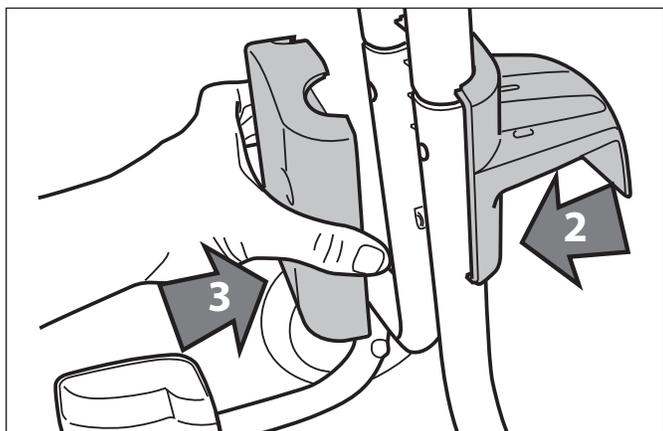
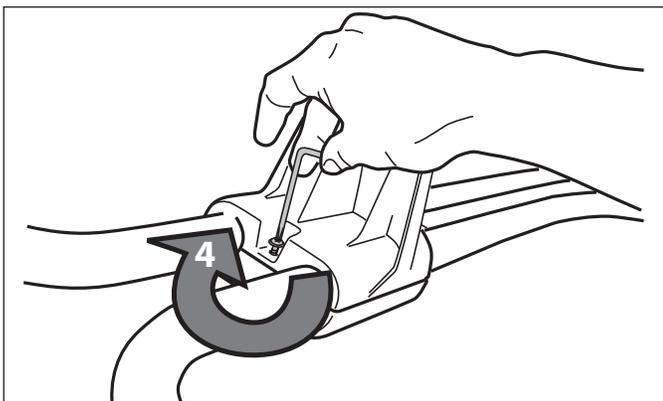

Figura 3. Coloque los soportes inferiores
Figura 4. Asegure los soportes inferiores
2. Coloque el soporte del cable de corriente abajo como se muestra en la Figura 3. Coloque la placa del soporte del cable frente al soporte del cable de energía. Asegurelo mediante un tornillo y apriételo con la llave Torx®. Vea la Figura 4.